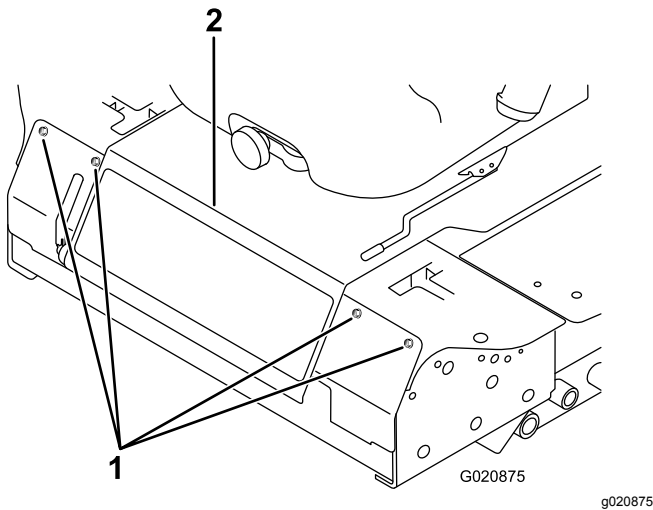

Figura 66
2. Afloje los pernos del panel delantero y retire el panel (Figura 66).